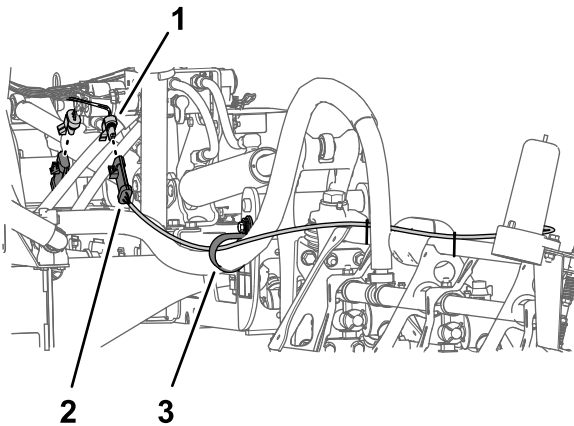

图24
- 1. 从机器线束的3插槽接头中断开超声波喷洒臂平行组件线束的3针接头图24。